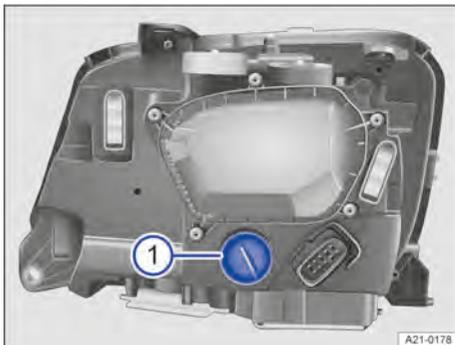

Fig. 147 No compartimento do motor: no farol de xenônio frontal.
4. Girar o suporte da lâmpada até o batente no sentido anti-horário e puxar para fora com a lâmpada incandescente para trás → Fig. 147 ①.
7. Encaixar o suporte da lâmpada no farol e girar no sentido horário até o batente → Fig. 147 ①.